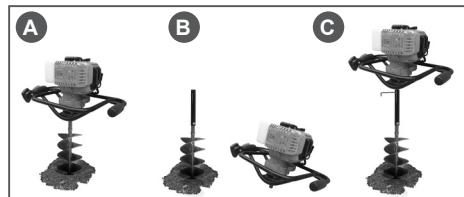

Рис. 4. Установка удлинителя
- Пробурите скважины в земле глубиной 30-50 см (Рис. 4А). Остановите двигатель.
4. Вставьте удлинитель в вал шнека, совместите отверстия, затем установите крепеж. Надежно затяните (Рис. 4В).
5. Установите двигатель на вал удлинителя и закрепите его крепежом, снятым в п.3. Надежно затяните (Рис. 4С).